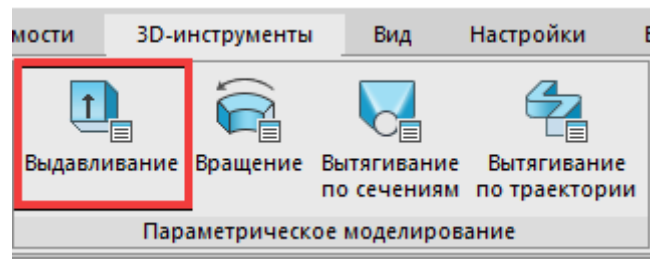

Рис. 7. Операция *Выдавливание*
3.1. Во вкладке *3D-инструменты* нажмите кнопку *Выдавливание* (рис. 7). Переместите курсор в область окружности и подтвердите выбор эскиза нажатием левой кнопки мыши (ЛКМ).